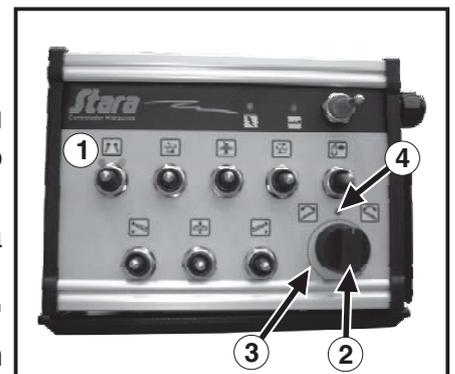

Figura 73
• Para cada escala (Figura 73/3) a altura varia nas pontas da barra em cerca de 10 a 15 cm.